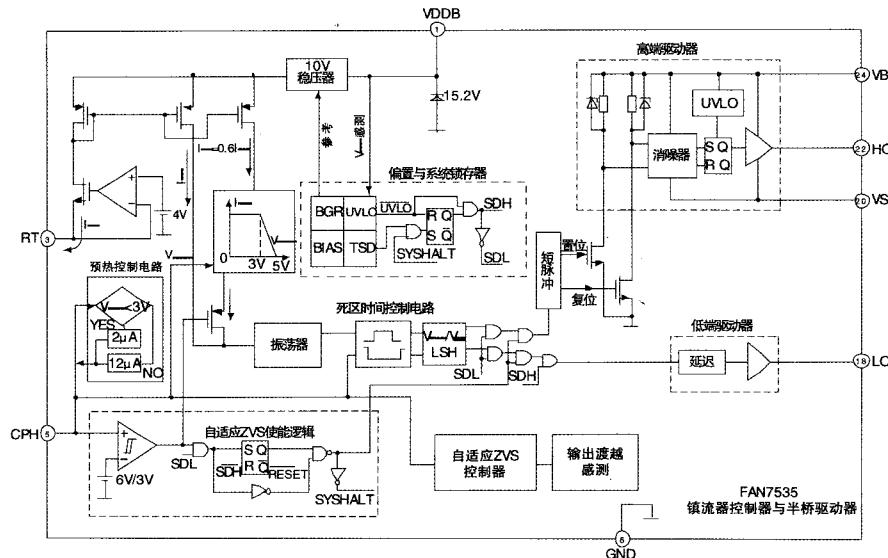

图3 FAN7535的镇流器控制与半桥驱动器电路框图
FAN7535的镇流器控制与半桥驱动器电路如图3所示。该电路与飞兆半导体的FAN7711是等效的，其①脚 (VDDB) 内置一个15.2V的齐纳钳位二极管，①脚上的启动门限是13.4V，启动电流为150μA，动态工作电源电流为3.2mA，驱动器输出电流达+350mA/-650mA。